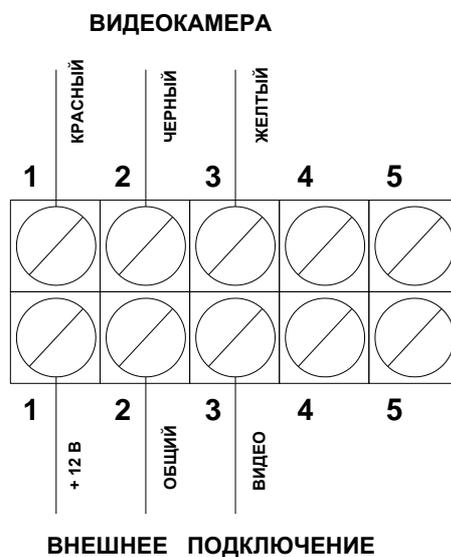

Рис. 1
7.5 Развинтить кабельный ввод. Ввести в него кабель, предварительно зачищенный на 60 мм и с надетыми на него уплотнительным сальником и другими аксессуарами кабельного ввода. Подключить введенный кабель к клеммной колодке согласно схемы электрических подключений (рис. 1, Приложение № 1).